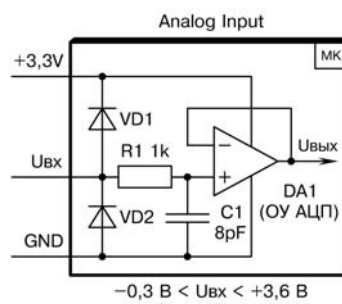
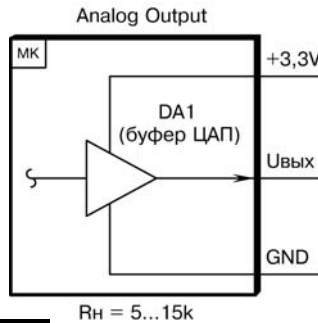

Рис.23
Рис.24
- **Analog** – аналоговый вход АЦП (**рис.23**) или аналоговый выход ЦАП (**рис.24**);
Для линий PA4, PA5 на рис.23 удалить диоды VD1, VD2
Пример: линия PB0, режим Analog, схема рис.23